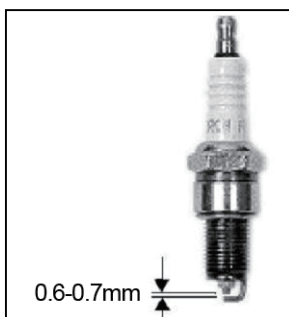

Fig. 14
- 3) À l'aide d'une jauge d'épaisseur, réglez l'écartement à 0,6-0,7 mm. (Fig. 14 et 15).